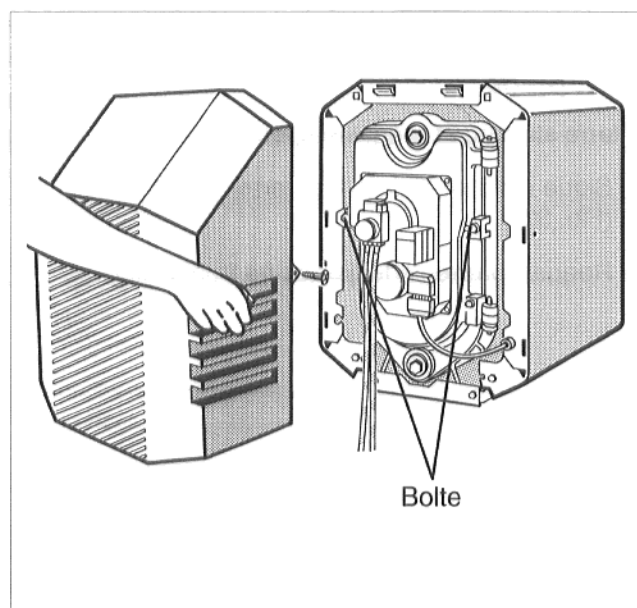

Fig. 30
- Bolte (Fig. 30) skrues ud af brænderlåge på venstre og højre side. Brænderlåge åbnes.
- Brænderlåge lukkes og de to bolte (Fig. 30) strammes ens til.